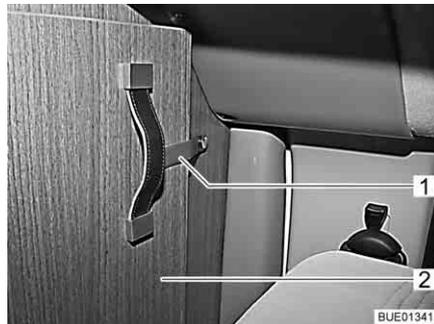

Bild 50 Sicherungsband
- Sicherungsband (Bild 50,1) vom klappbaren Teil der Fahrerhausabtrennung (Bild 50,2) lösen.